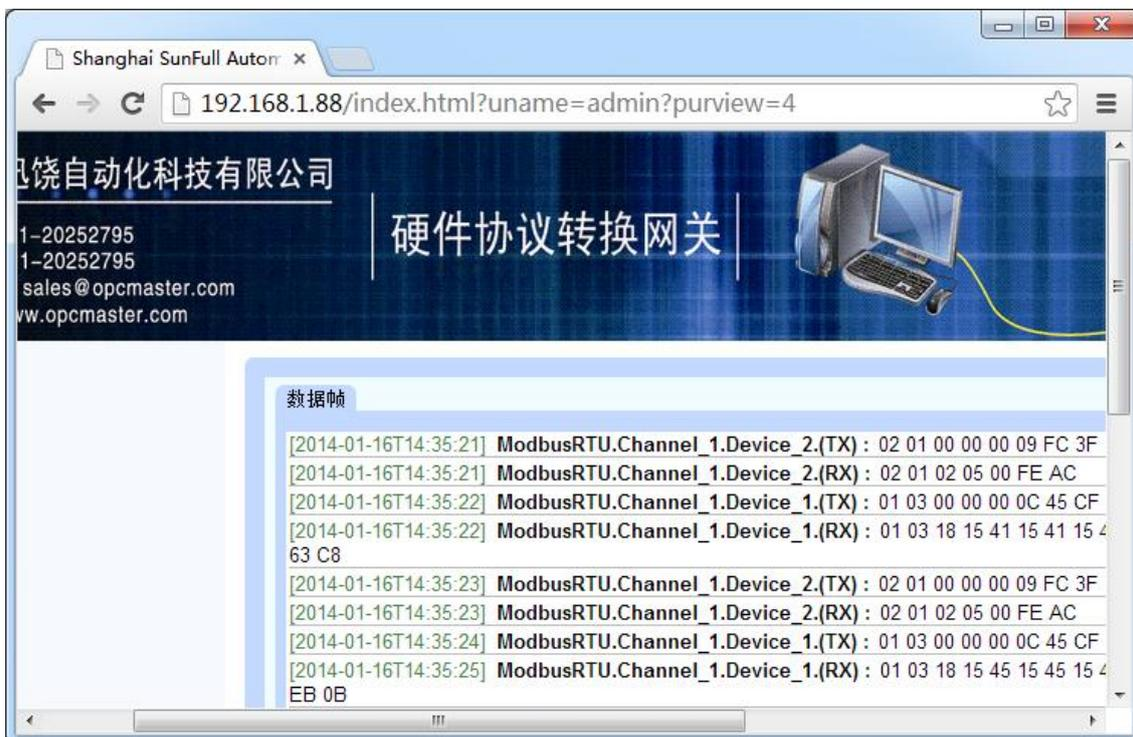

图 4-8 查看通讯状态
**通讯状态：**除此之外还可以在网页中查看实时动态的数据帧，方便用户直观的了解实时通讯状态，通过对数据帧的分析，可以找出故障的原因，给用户带来了很大的方便，如下图 4-8。